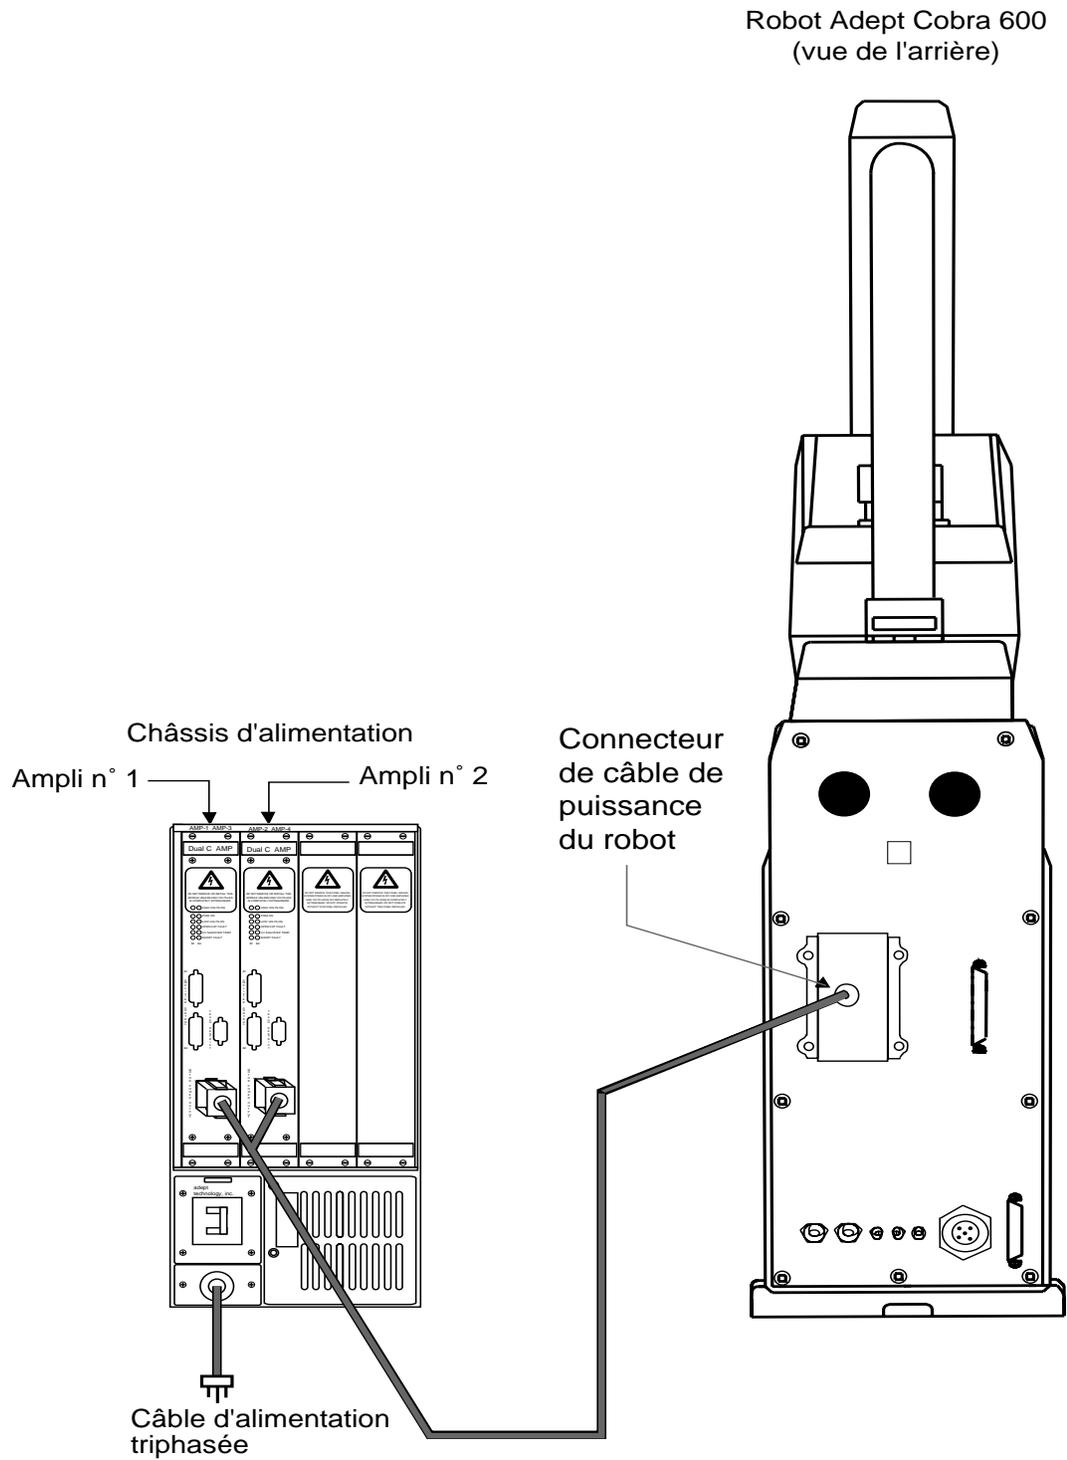

Figure 2-13. Installation du câble d'alimentation du moteur
1. Brancher le câble d'alimentation du moteur aux deux connecteurs correspondants sur les variateurs, dans l'ordre suivant (voir Figure 2-13 à la page 69).